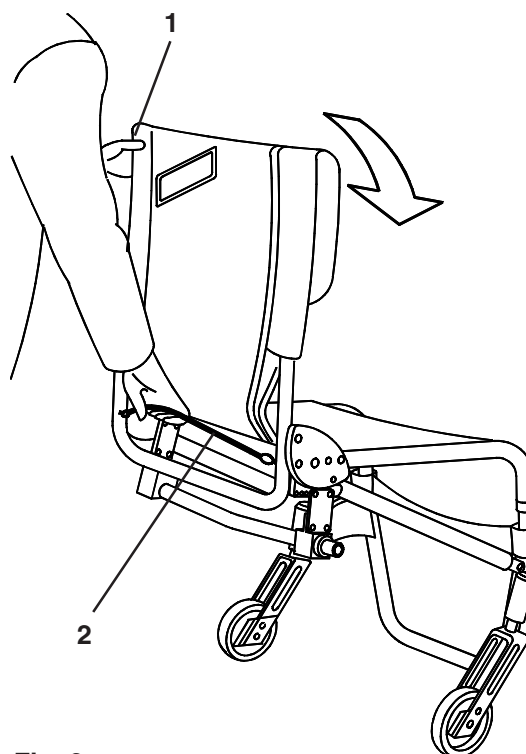
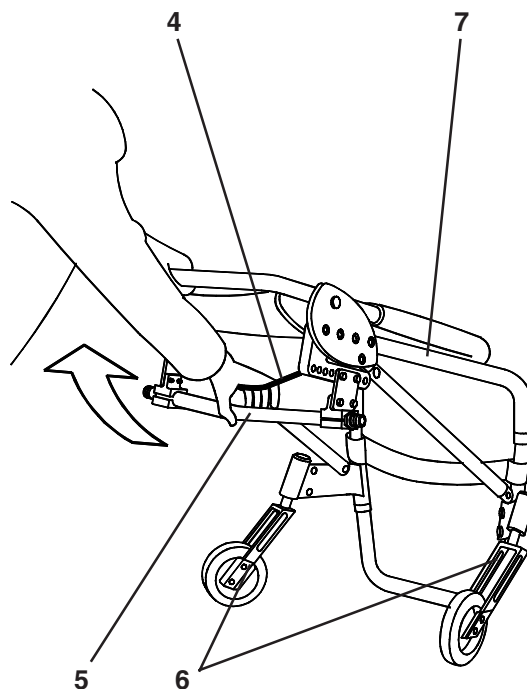
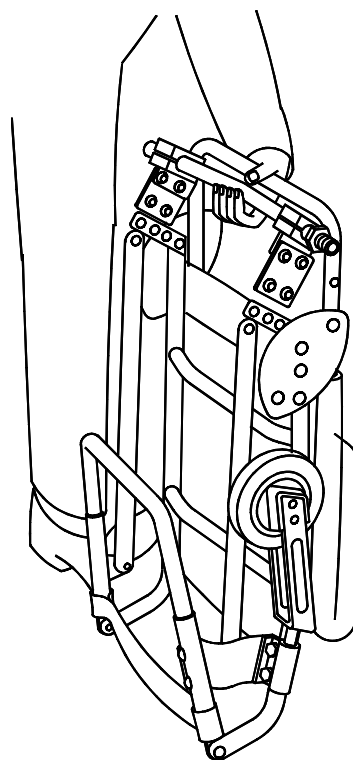

Fig. 2
Fig. 3
Fig. 4
En se tenant derrière le fauteuil (Fig. 2) saisir fermement le tube support du dossier (1). Tirer sur le cordon de déblocage du dossier (2) et pousser le dossier vers l'avant et vers le bas jusqu'à ce qu'il atteigne sa position demi-pliée (comme sur la Fig. 3).
Relâcher le cordon du dossier et tenir le fauteuil comme illustré sur la Fig. 3 (position semi-pliée) tirer le cordon de déblocage du verrouillage du cadre principal (4) et tirer la barre de carrossage (5) vers vous jusqu'à ce que les roues avant (6) soient parallèles au cadre du siège (7). Voici la position entièrement fermée. (Fig. 4).
Le fait de monter ou de descendre une pente (Fig. 3) ou de rouler à flanc de coteau (Fig. 4) modifie le centre d'équilibre de votre fauteuil. Si vous ne suivez pas ces instructions, vous pouvez vous blesser lors d'une chute ou d'une perte de contrôle: